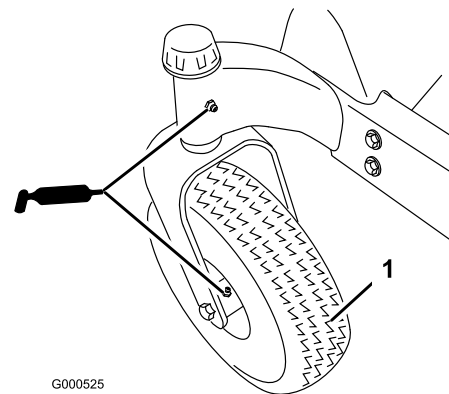
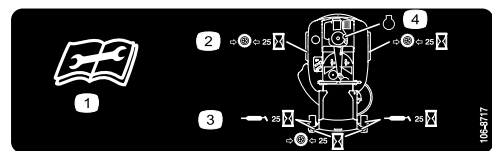

Figure 29
Figure 30
3. Nettoyez les graisseurs (Figure 29 et Figure 30) à l'aide d'un chiffon. Grattez la peinture qui pourrait se trouver sur les graisseurs.
4. Raccordez une pompe à graisse à chaque graisseur (Figure 29 et Figure 30). Injectez de la graisse dans les graisseurs jusqu'à ce qu'elle commence à sortir des roulements.